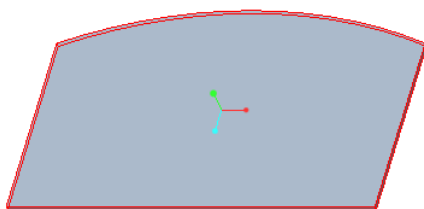

图 1-42 创建的平面壁 (着色显示)
(6) 在“平面”选项卡中单击 (完成) 按钮，完成创建的平面壁如图 1-42 所示。